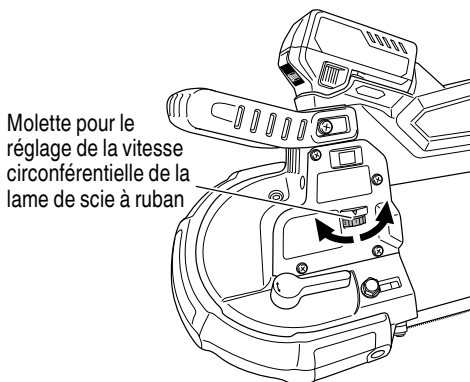

Fig. 15
- Réglage de la vitesse de fonctionnement (Fig. 15)